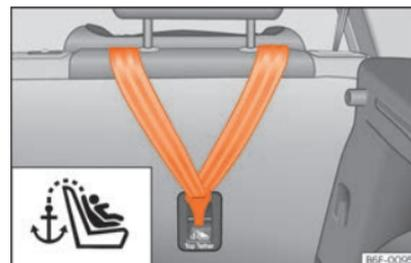

Fig. 27 Parte posterior dos bancos traseiros: argolas de fixação para o cinto Top Tether.
- Deslize a correia e fixe-a corretamente na fixação da parte posterior do encosto »» Fig. 27.